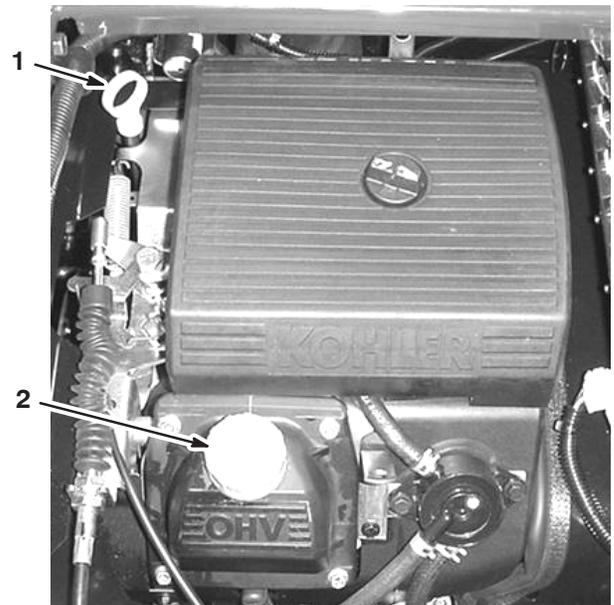

Figure 6
2. Retirez la jauge et essuyez-la sur un chiffon propre (Fig. 6). Remettez la jauge dans le tube en vérifiant qu'elle est enfoncée au maximum. Sortez de nouveau la jauge et vérifiez le niveau d'huile.
3. Si le niveau d'huile est bas, retirez le bouchon de remplissage du couvre-culasse (Fig. 6) et ajoutez la quantité d'huile nécessaire pour amener le niveau au repère maximum sur la jauge. Reportez-vous à la section Entretien de l'huile moteur, page 36, pour connaître le type d'huile et la viscosité qui conviennent. Versez l'huile lentement et vérifiez souvent le niveau durant la procédure. **Ne remplissez pas excessivement.**